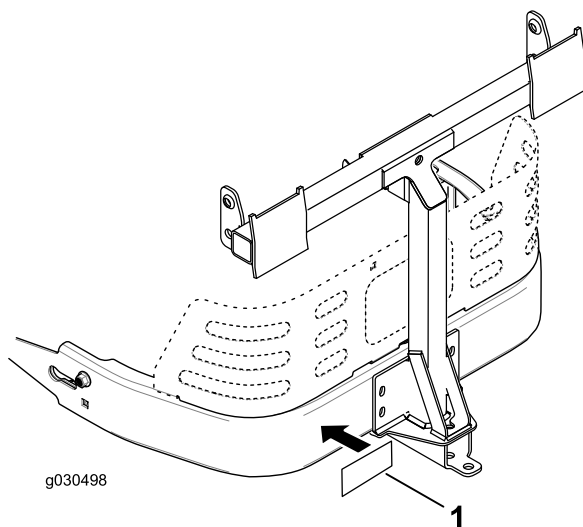

Figure 17
3. Fixez l'autocollant de la barre d'attelage à 1,3 cm (1/2 po) à gauche de l'attelage d'accessoire (Figure 17).